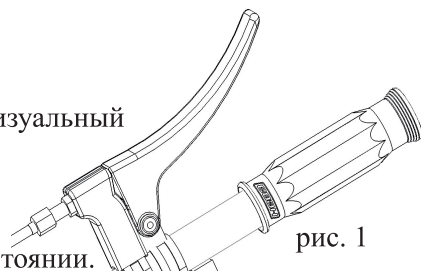

рис. 1
4. Перед запуском двигателя убедитесь, что рукоятка включения/отключения сцепления клиноременной передачи находится в исходном положении (рис.1).
8. После завершения работы выводите из зацепления рычаг включения/отключения сцепления клиноременной передачи (исходное положение рукоятки на рис. 1.)
10. Если наблюдается сильная вибрация машины отключите косилку (см. рис.1), выключите двигатель и проверьте на предмет повреждений.